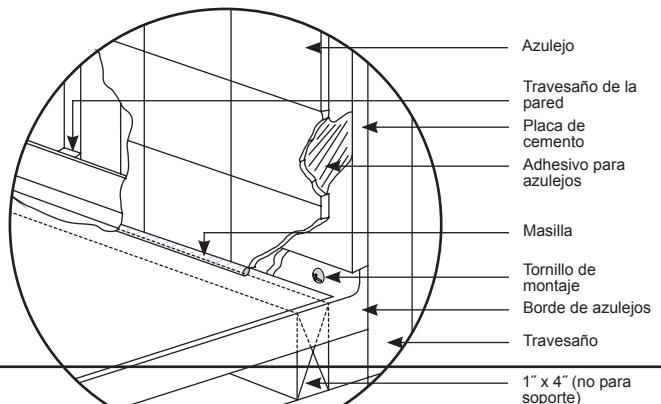

Figura 13 - Acabado
- 11** Complete todo el trabajo de acabado alrededor del perímetro de la bañera para sellar el espacio entre el borde y la plataforma terminada (Figura 13).